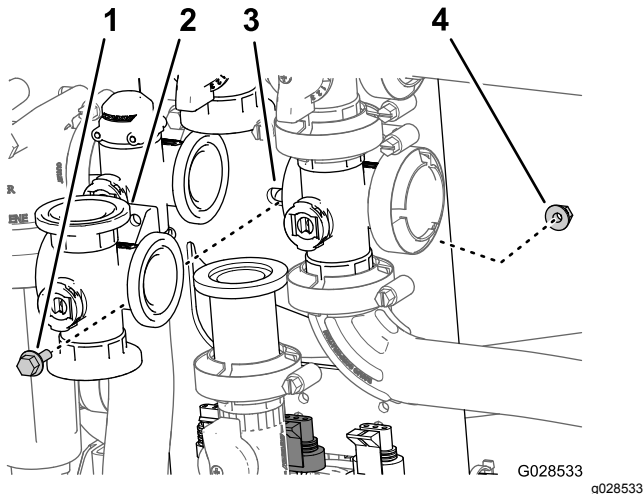

Figura 91
2. Retire el perno con arandela prensada y la contratuerca con arandela prensada que sujetan la válvula de agitación al soporte de la válvula, y retire el distribuidor de la válvula de la máquina (Figura 91).